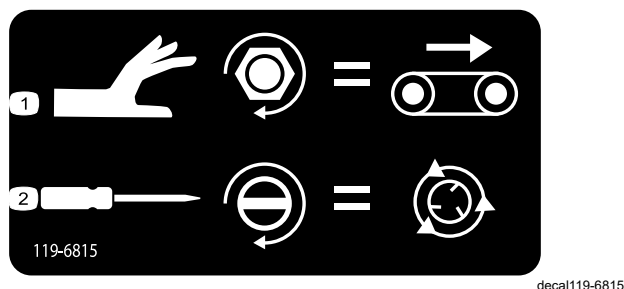

Figura 46
- Pentru a regla viteza podelei transportoare (Figura 46), rotiți butonul în sensul acelor de ceasornic. Utilizați viteza maximă a podelei transportoare a sistemului de operare cu coduri de culoare atunci când nu este activat fluxul hidraulic. Această setare este utilă atunci când buncărul de alimentare este plin cu nisip.
- Pentru a regla viteza dispozitivului de împrăștiere (Figura 46), folosiți o urubelniță cu cap plat, rotind urubul în sensul acelor de ceasornic pentru a mări viteza sau în sens invers acelor de ceasornic pentru a reduce viteza.